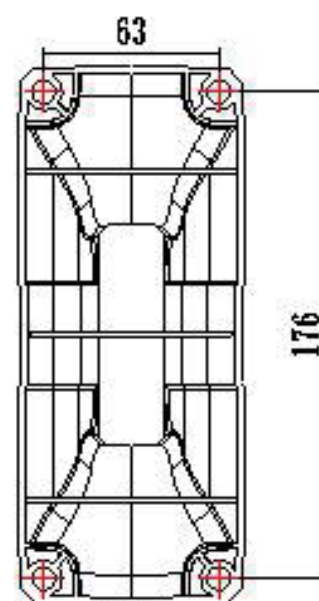

Abb.2
3. Verwenden Sie die Montagehalterung als Schablone, um die Schraubenpositionen zu markieren und bohren Sie vier Löcher in die Wand (Abb.2).